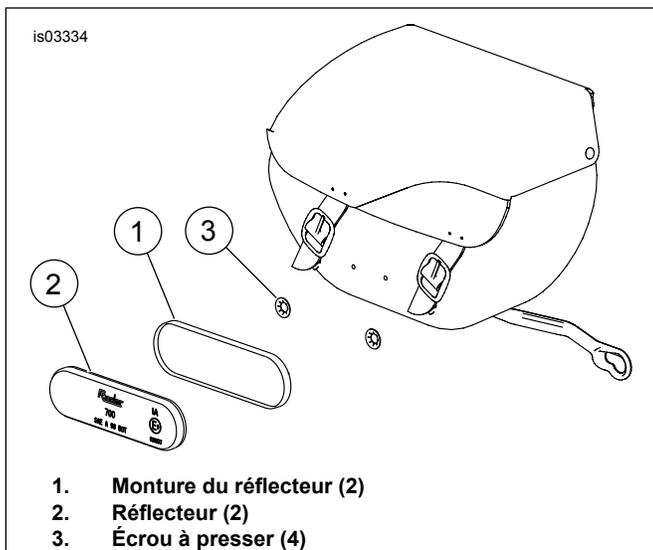

Figure 6. Installer les réflecteurs
1. Voir Figure 6. Installer la monture du réflecteur (1) au centre de la sacoche.